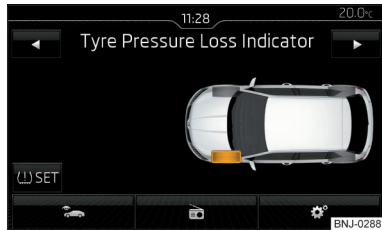

Abb. 148
▶ Die Funktionsfläche  **SET** antippen » Abb. 148.
Bei aufleuchtender Kontrollleuchte  im Kombi-Instrument kann im Infotainment der betroffene Reifen angezeigt werden » Abb. 148.